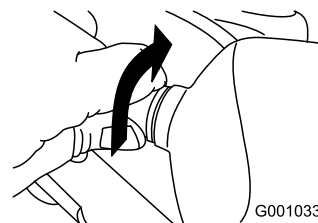

Figure 63
2. Tournez la base de l'ampoule dans le sens anti-horaire jusqu'à la butée (Figure 63).